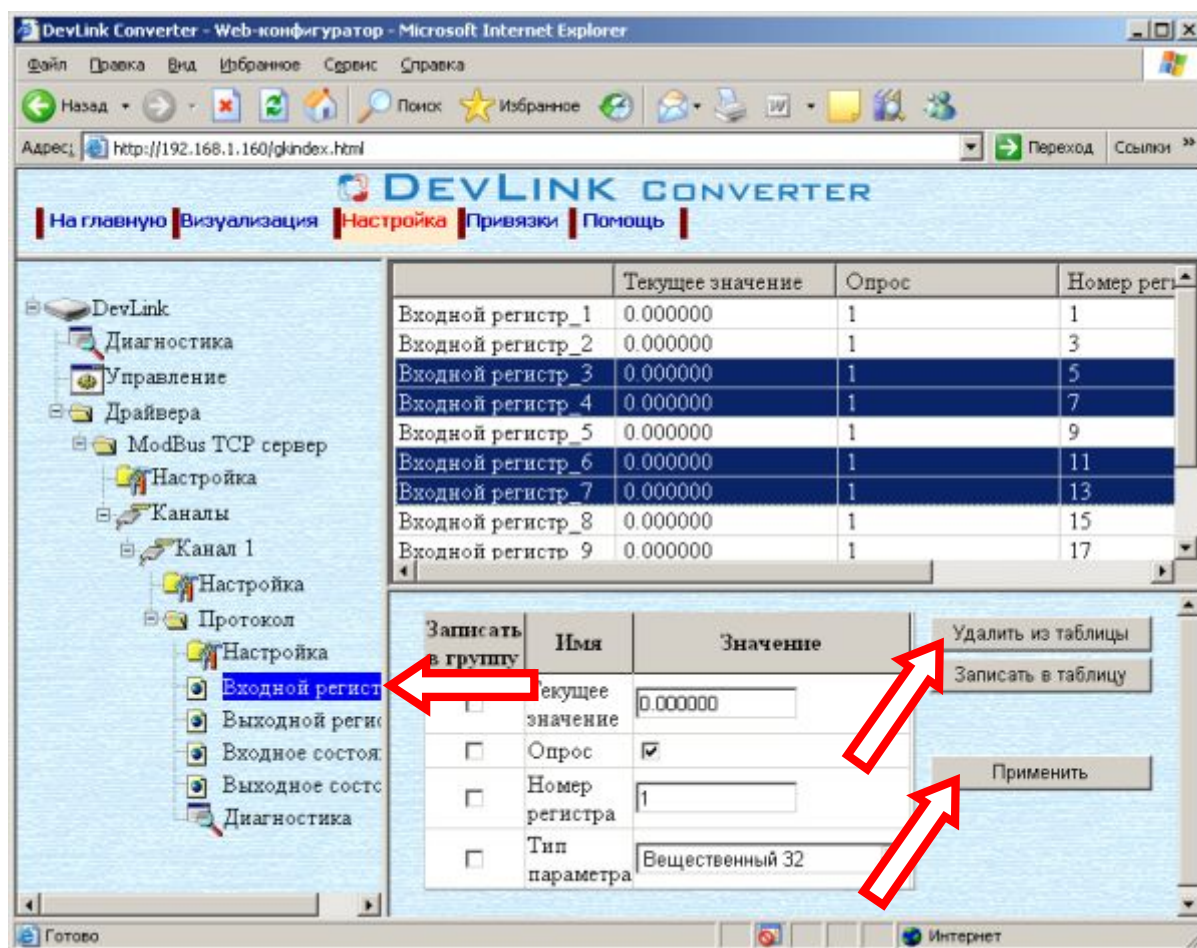

Рисунок 3.6 – Удаление регистров
- Выберите в дереве папку, содержащую регистры, которые нужно удалить (рисунок 3.6).